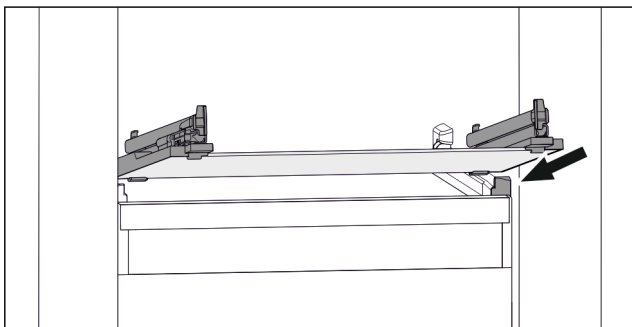

Fig. 66 Reprezentare exemplificativă a plăcii de sticlă
- ▶ Așezați placa de sticlă oblic în spatele opritoarelor. (vezi Fig. 66)